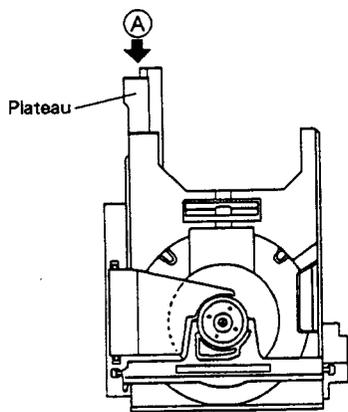
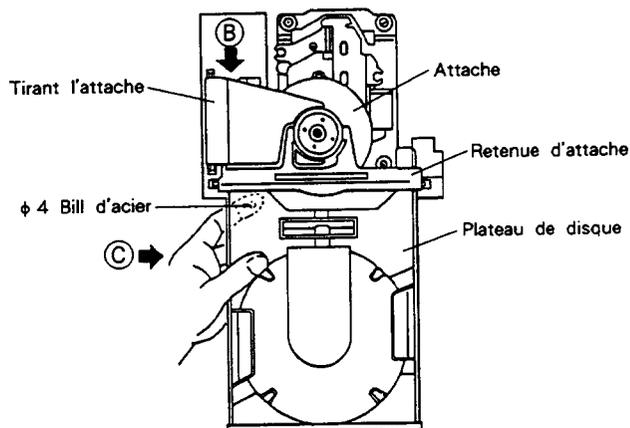
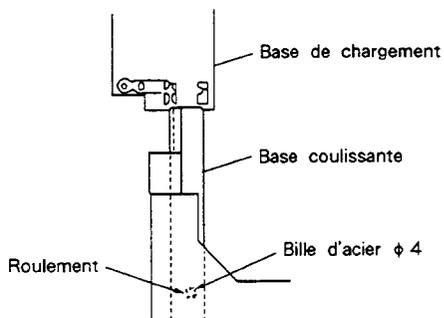
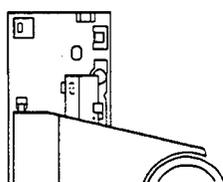

Fig. 9-3
Fig. 9-4
Fig. 9-9
Fig. 9-10
- 1. Pousser sur le bord arrière à l'endroit marqué **A** sur la Fig. 9-3, (\* 1) tout en retirant le plateau du disque vers la position où il tient, comme illustré sur la Fig. 9-4.
- 2. Tout en tirant l'attache **B** (voir Fig. 9-4) vers le haut de la main droite, tenir le plateau comme indiqué par **C** de la main gauche et tirer vers l'extérieur. Prendre garde à ne pas laisser tomber les bills d'acier. Il est conseillé de maintenir la bille en place par l'index gauche tout en extrayant le plateau.
<p>Remonter le plateau du disque selon la procédure ci-après après avoir terminé l'ajustement de grincement.</p> <ol style="list-style-type: none"> <li>1. Retirer le disque et l'entretoise.</li> <li>2. Tout en levant l'attache (marquée par ⓑ sur la Fig. 9-4) de la main droite, tenir le plateau de la main droite comme illustré par Ⓒ et déplacer la base coulissante dans les armatures en résine dure sur la base de chargement, comme indiqué sur la Fig. 9-9 pour ré-insérer le plateau du disque.</li> </ol> <p>A ce moment, prendre soin de tenir la bille d'acier en place par l'index de la main droite. Veiller également que le panneau avant ne soit pas endommagé par le roulement (dans la base coulissante), entrant en contact avec le panneau.</p> <ol style="list-style-type: none"> <li>3. Insérer la base coulissante de sorte qu'elle s'engage dans les armatures en résine dure à l'arrière de la base de cahrgement (voir Fig. 9-10).</li> <li>4. Insère à ferme le plateau.</li> </ol>